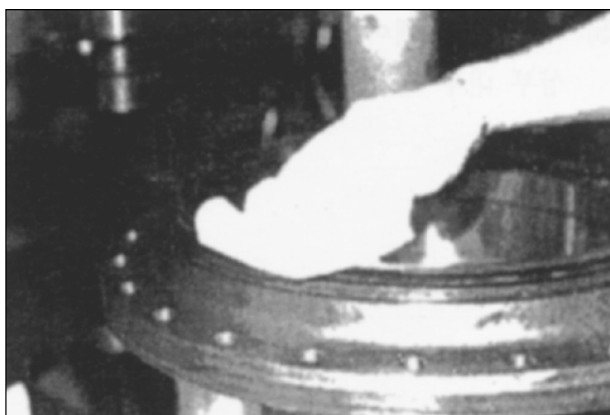

Рис. 94
3. Очистите поверхность уплотнения. Рис. 94.